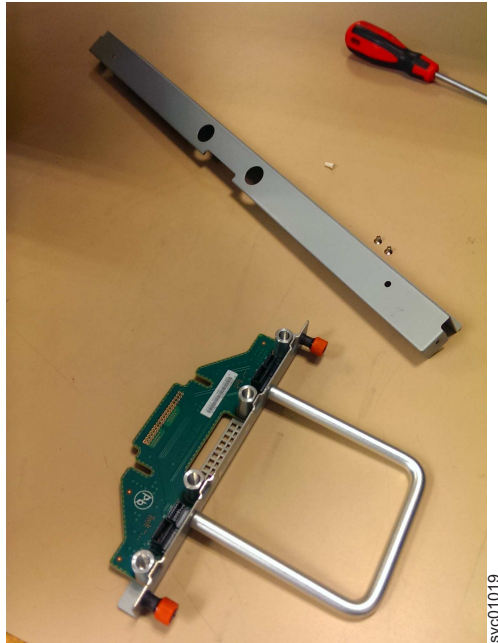

Abbildung 103. Teile der Lüfterschnittstellenplatine für Chassis
1. Legen Sie die neue Lüfterschnittstellenplatine einschließlich Abdeckung und Abdeckungsschrauben (siehe Abb. 103 auf Seite 114) an einer sicheren Stelle ab.